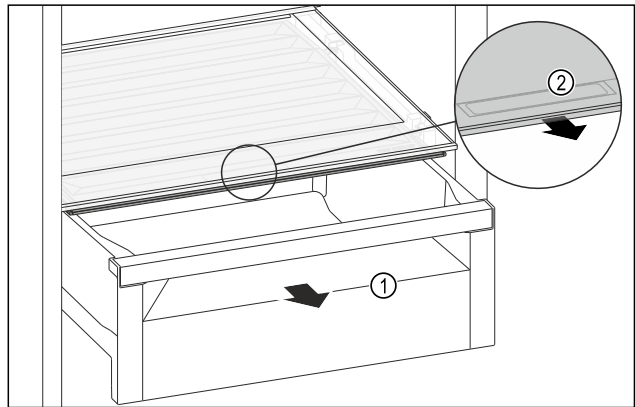

Fig. 106
- Schubfach *Fig. 106 (1)* herausziehen.
- Griffmulde *Fig. 106 (2)* am Fachdeckel anfassen und Fachdeckel gleichzeitig nach vorne ziehen.